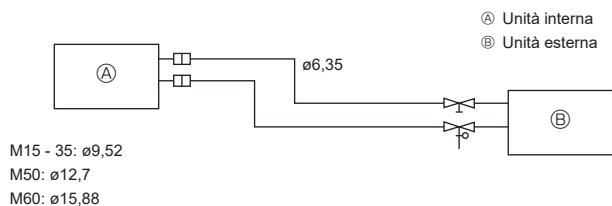

Fig. 5-1
5.2. Tubazione del refrigerante (Fig. 5-1)